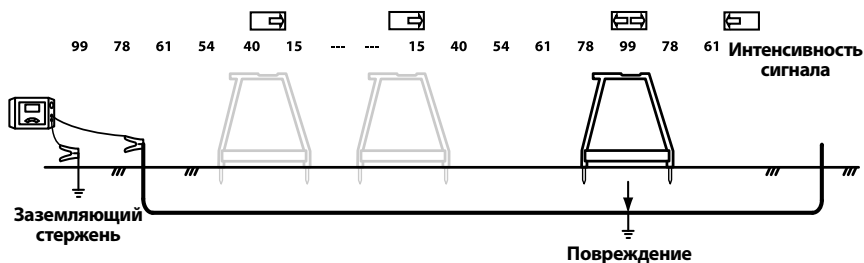

Рис. 11 – Интенсивность сигнала
4. Извлеките приемник из земли и пройдите несколько шагов вдоль трассы прокладки токопровода в направлении, указанном стрелкой и гудками. Вновь вставьте стержни приемника в землю (Рис. 11).